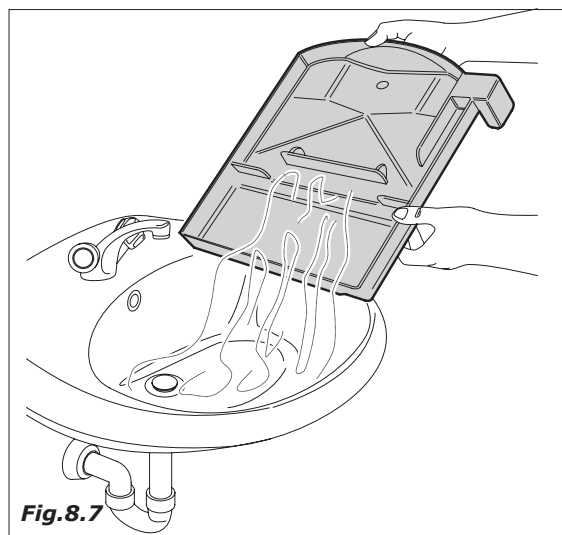

Fig.8.7
- Vuotare i secchi fondi liquidi, pulirli e/o sostituirli (Fig.8.7).